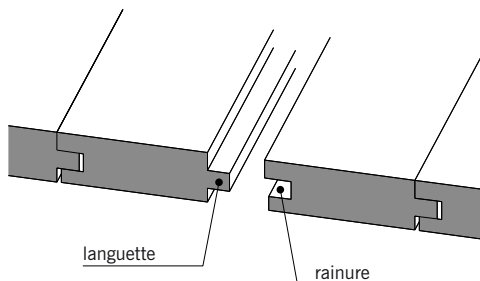

fig. 10.1
■ Le **parquet massif** appelé aussi **parquet traditionnel** ou **parquet à lames** : parquet constitué de longues lames en bois massif (chêne, châtaignier, hêtre, sapin...) assemblées entre elles par languettes et rainures (fig. 10.1). Ces lames ont une épaisseur moyenne de 23 mm et une largeur variable selon l'essence et le mode de pose (de 60 à 160 mm environ).